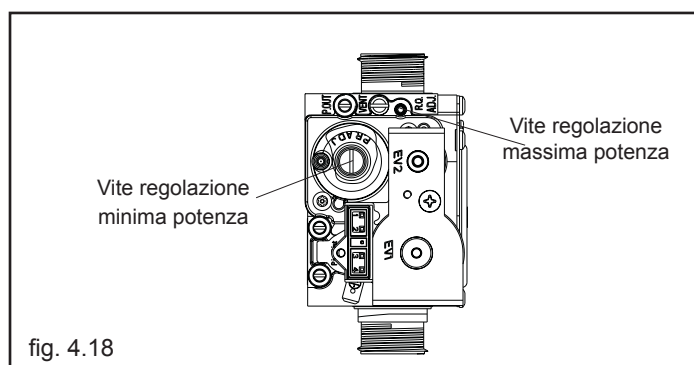

fig. 4.18
- Rimuovere il mantello, abbassare il cruscotto verso di sé e rimuovere il coperchio ispezione parti elettriche per accedere al pulsante “CO” (fig. 4.18).
- Verificare il valore di CO₂: (tabella 4) se il valore non risultasse conforme a quanto riportato in tabella agire sulla vite di regolazione del max della valvola gas (fig. 4.18).
- Verificare il valore di CO₂: (tabella 5) se il valore non risultasse conforme a quanto riportato in tabella agire sulla vite di regolazione del min della valvola gas (fig. 4.18).